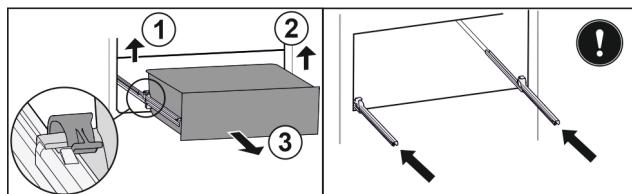

Fig. 66
- Повдигнете лявата скоба и едновременно с това изтеглете напред чекмеджето отляво. Fig. 66 (1)
- Повдигнете дясната скоба и едновременно с това изтеглете напред чекмеджето отдясно. Fig. 66 (2)
- Извадете чекмеджето напред. Fig. 66 (3)